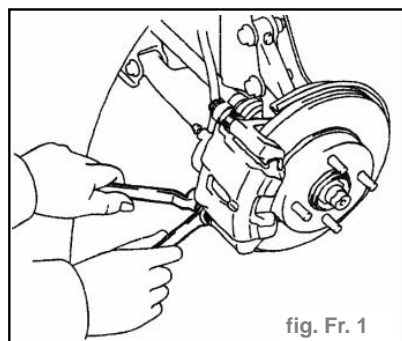

fig. Fr. 1
- Maintenir la tige coulissante et desserrer le boulon de maintien (1A), puis le déposer. (fig. Fr. 1)